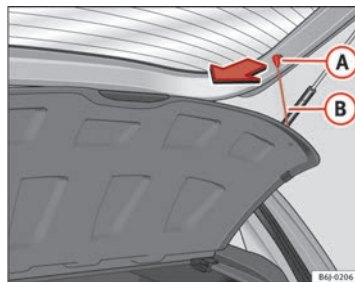

Fig. 96 Plage arrière
- Décrochez les tirants → fig. 96 (B) de leurs logements (A).